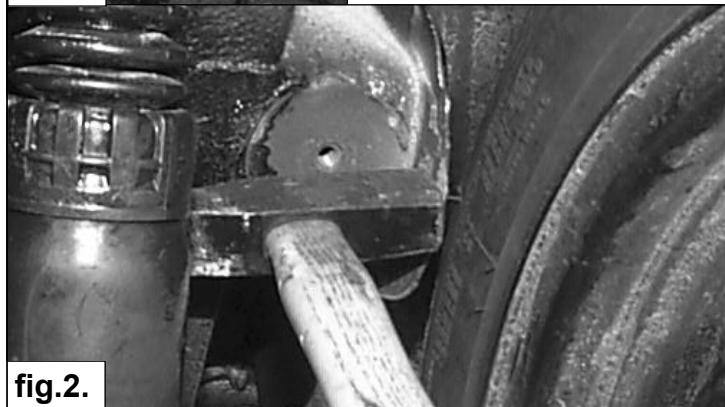

fig.2.
4. Biegen Sie das Karosserieblech beim Pufferhalter 5 mm zur Fahrzeugaußenseite. Siehe Fig.2.
9. Platzieren Sie die Niveaufeder **C** mit den Enden **E** zur Vorderseite des Autos über den Gummipuffer **R**. Siehe Fig.2.